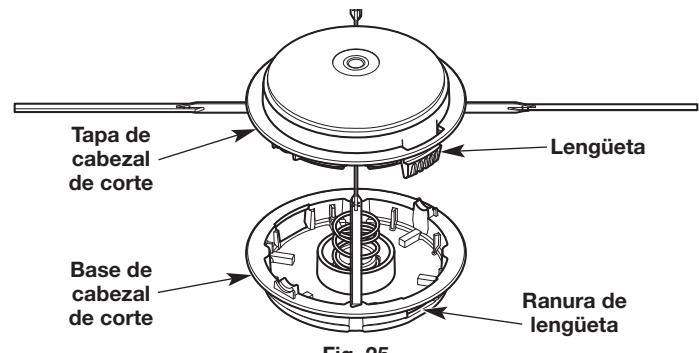

Fig. 25
1. Desconecte el tapón del cabezal de corte de la base del cabezal de corte: Presione con firmeza una lengüeta del tapón del cabezal de corte (Fig. 25). Use el pulgar. Si es necesario, utilice un destornillador de cabeza plana:
- c. Mientras sostiene el destornillador en el lugar, gírelo suavemente para desatrancar la lengüeta del panel de las ranuras (Fig. 25).
7. Alinee las lengüetas de la tapa del cabezal de corte con las ranuras de la base del cabezal de corte (Fig. 25). Empuje la tapa del cabezal de corte de la base del cabezal de corte hasta que las dos lengüetas queden insertadas a presión.